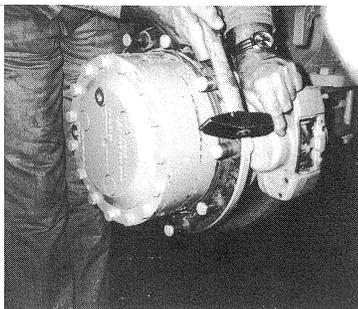

fig. 53
- (1) Démonter la roue.
- (2) Enlever la tôle protectrice de l'étrier.
- (3) Chasser la goupille de fixation supérieure à l'aide d'un poinçon (fig. 53).